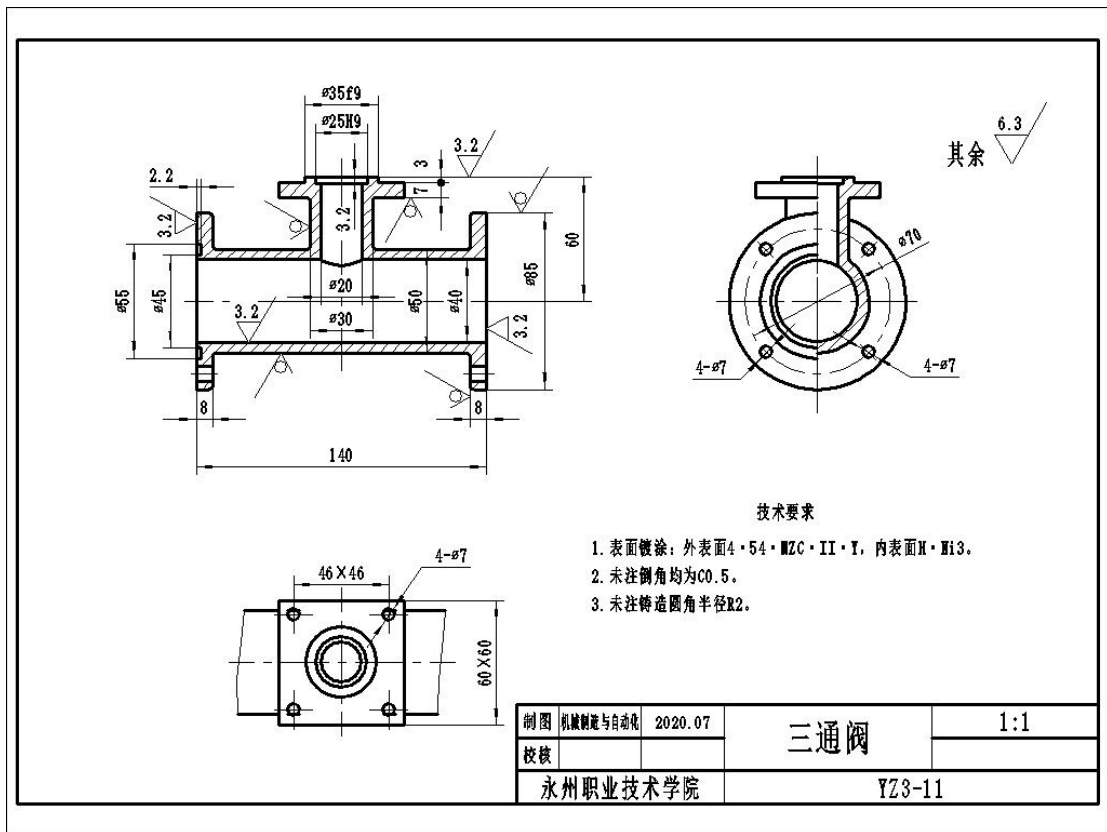

图 3-11 三通阀零件图
**任务 1：**识读三通阀零件图（如图 3-11 所示），根据零件图要求，利用三维设计软件正确绘制草图，选择合适的特征建模方法完成零件三维造型；